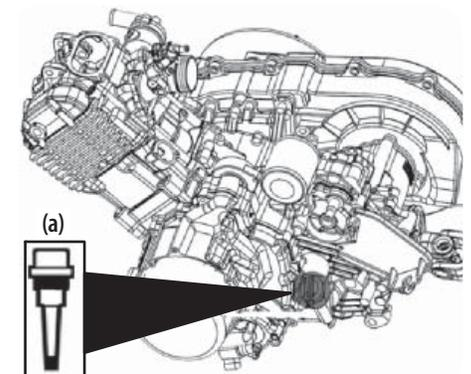

Figure 5-11
2. Pour vérifier le niveau d'huile, retirez la jauge (a), essuyez-la avec un chiffon, replacez-la dans le réservoir d'huile. Puis, retirez-la pour vérifier le niveau d'huile. Si nécessaire, ajoutez de l'huile jusqu'au repère PLEIN sur la jauge (a). L'emplacement de la jauge est indiqué à la Figure 5-11.